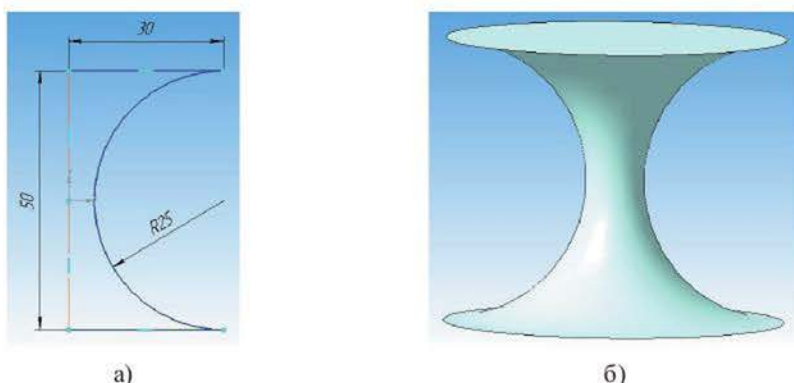

Рисунок 5.20 Эскиз (а) и модель глобоида, полученная операцией *Вращения* (б)
2. Построить в КОМПАС-3D модель глобоида (разновидность тора) операцией *Вращения* согласно эскизу (рисунок 5.20).